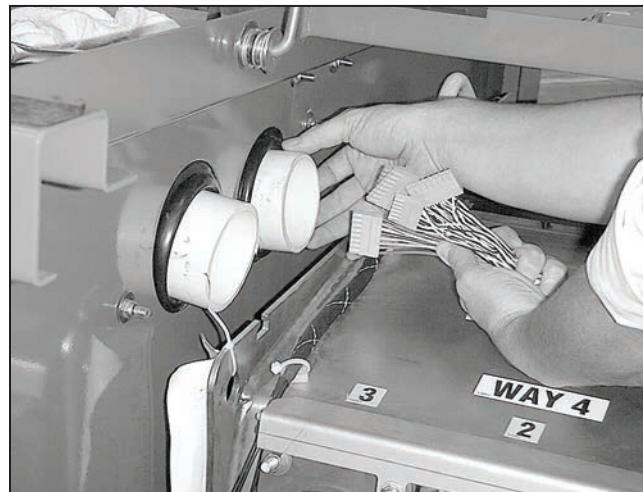
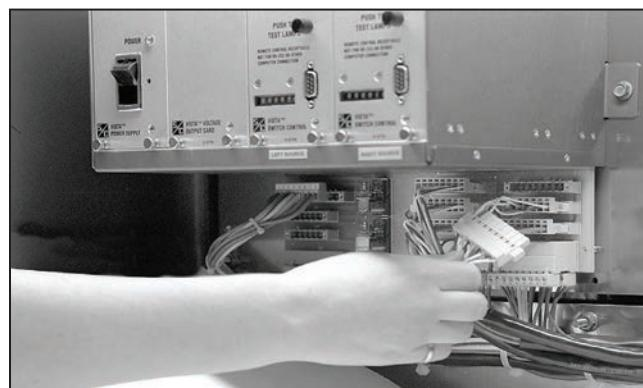
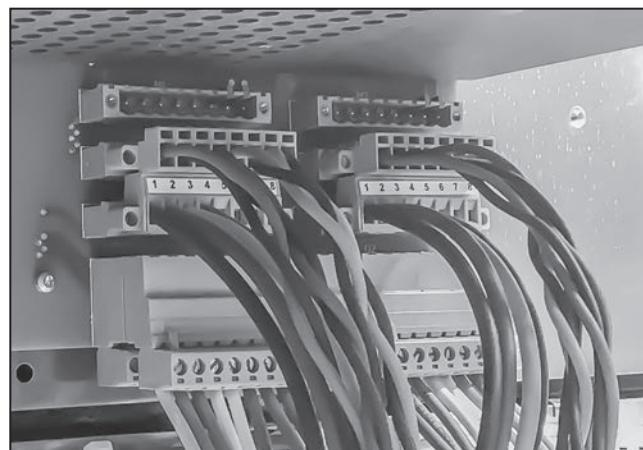
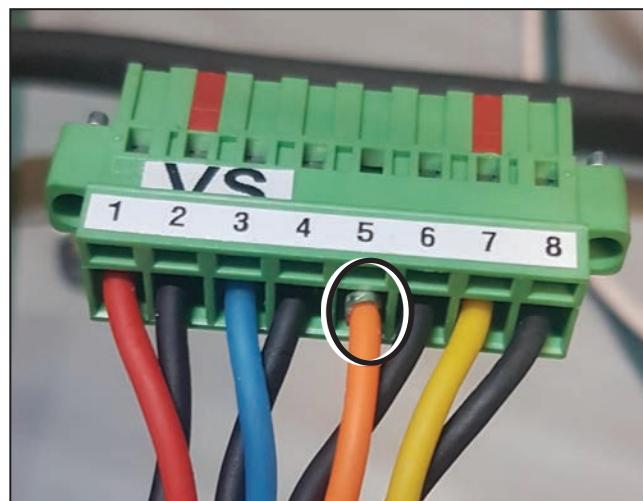

Figura 29. Los cables se insertan a través de los tubos de PVC.
Figura 30. Los conectores se conectan al tablero de la placa posterior del rack del interruptor Vista.
Figura 31. Acercamiento de los conectores del tablero de la placa posterior del rack del Vista.
Figura 32. Ejemplo de conexión incorrecta que está salido.
- (d) Si es aplicable, pase los cables VS-G1 y VSG2 en el compartimento de baja tensión a través del tubo de PVC. Ver Figura 29. Despues, pase los cables principales más grandes a través del tubo de PVC: añada los conectores al tablero de la placa posterior del rack del Vista utilizando los planos proporcionados. Ver Figura 30 y la Figura 31 en la página 23.
Inserte completamente cada clavija, y apriete los tornillos de retención para cada conector, asegúrese de que ninguno de los pinos del conductor individuales se haga para atrás durante la inserción. Ver Figura 31. Un ejemplo de un pin de conductor que se hizo para atrás se ve en la conexión 5 en la Figura 32.